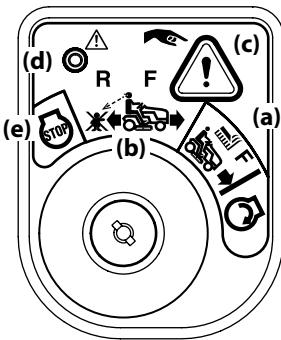

Figura 3-1
2. Gire la llave de la posición CORTE NORMAL  (a) a la posición MODO PRECAUCIÓN MARCHA ATRÁS  (b) del módulo de encendido. Consulte la Figura 3-1.
3. Oprima el BOTÓN DE MARCHA ATRÁS  (c) en el ángulo superior derecho del módulo de encendido. La luz indicadora roja (d) que está en el ángulo superior izquierdo del módulo de encendido se mantendrá ENCENDIDA mientras está activada. Consulte la Figura 3-1.